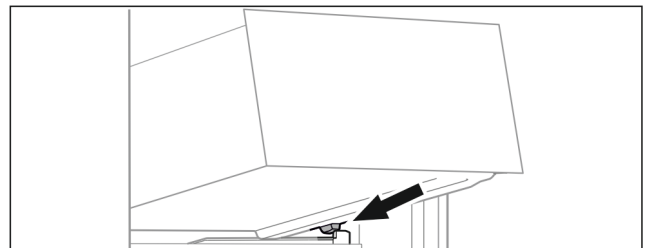

Fig. 17
- ▶ Applicare il cassetto in modo inclinato dietro i fermi sulla nervatura del contenitore Fig. 17 (1).